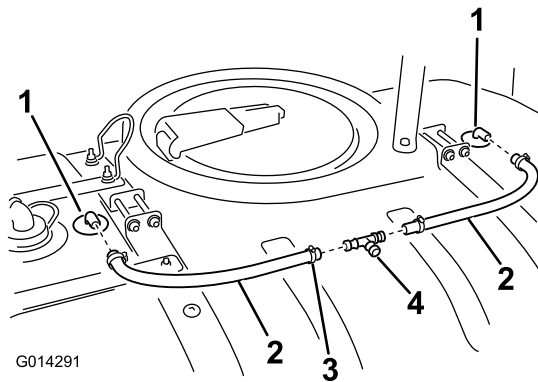

Figura 24
1. Coloque una abrazadera sobre un extremo de las 2 mangueras de 24", según se muestra en Figura 24.
2. Conecte los 2 extremos en línea del acoplamiento en T a los extremos abiertos de las mangueras de las boquillas de enjuague instaladas anteriormente, según se muestra en Figura 24.